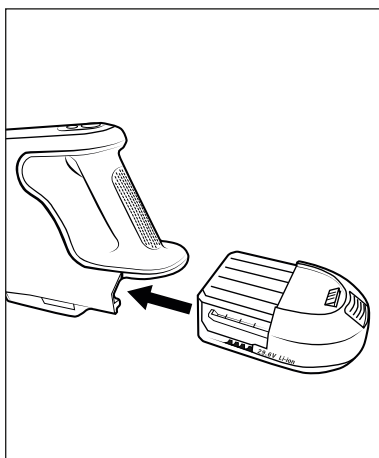

Fig. 3
- 3) Monte la batería 2 en el aparato hasta que encastre con un chasquido (consulte la fig. 3).